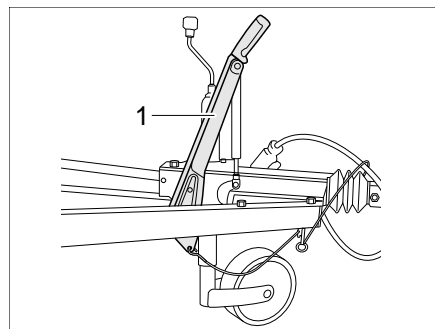

Bild 13 Feststellbremse
- Zum Lösen den Bremshebel (Bild 13,1) nach oben ziehen und dann absenken.